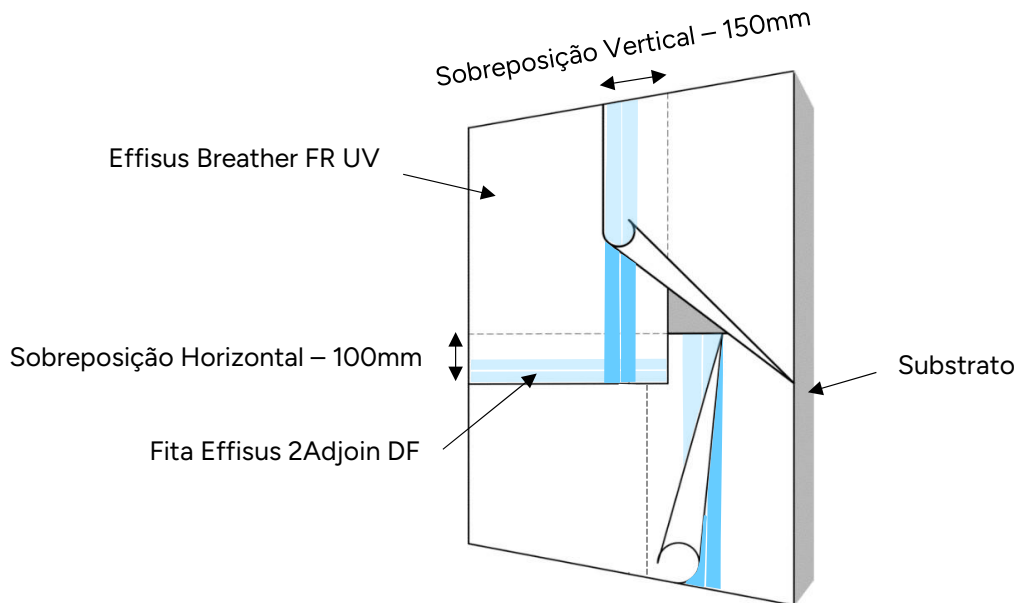

Figura 3 – Membrana Effisus Breather FR UV – Sobreposição de juntas.
- As juntas verticais devem ter uma sobreposição mínima de 150 mm e devem, sempre que possível, ser desencontradas ou escalonadas (ver Figura 3).